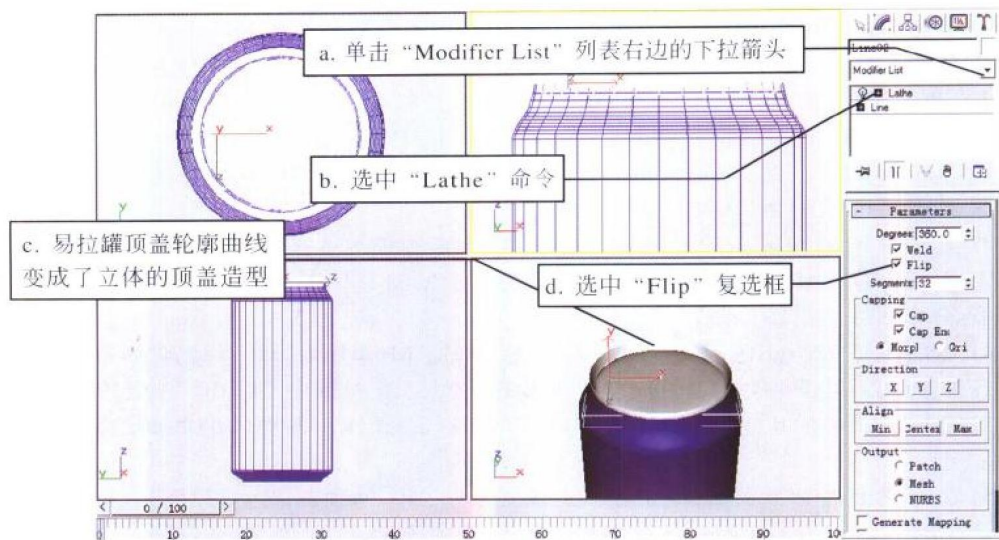

图 1-1-11
(24) 然后单击“Modify”(修改)命令面板中的“Modifier List”(修改命令列表)右边的下拉箭头,见图1-1-11中的a。在弹出的下拉列表中选中“Lathe”(旋转造型)命令,见图1-1-11中的b。并重复步骤(16)~(20)的操作,将物体的截面造型旋转成立体造型。
(25) 这时我们看到易拉罐顶盖轮廓曲线变成了立体的顶盖造型,见图1-1-11中的c。如果这时在“Perspective”(透视)视图区中没有看到顶盖的表面,请选中“Parameters”(参数)卷展栏中的“Flip”(法线换向)复选框,见图1-1-11中的d,将造型表面的法线方向反向,从而显示顶盖的表面。